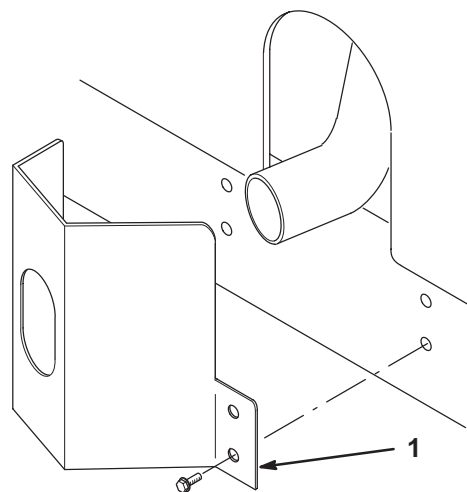

**Figure 8**
1. Décrochez le verrou du capot de son support (Fig. 8).
2. Glissez la patte de blocage du capot sur le verrou (Fig. 8).
3. Raccrochez le verrou sur le support du capot (Fig. 8).
4. Insérez un boulon (1/4 x 1-1/2") dans la patte de blocage du capot et fixez-la à l'aide d'une rondelle plate et d'un contre-écrou (Fig. 8).